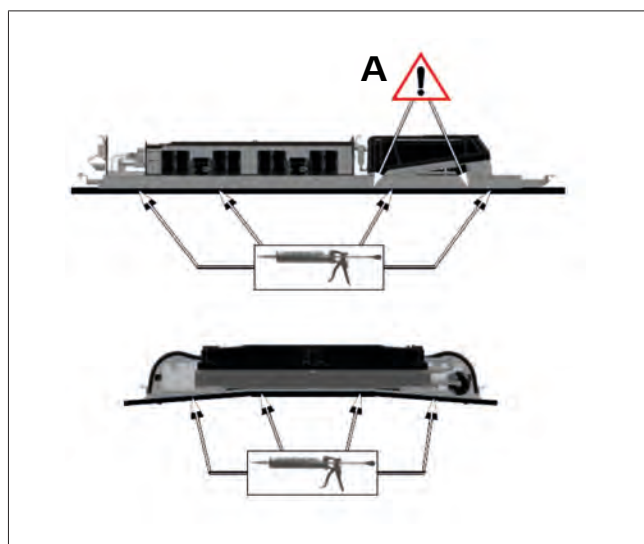

Fig. 8 Applicazione Sikaflex Madrid
1. Applicare Sikaflex sul lato non adesivo (vedere Fig. 8).
2. Accertarsi che l'acqua piovana possa essere scaricata sotto il condensatore. Non applicare Sikaflex alla posizione "A" (vedere Fig. 8).